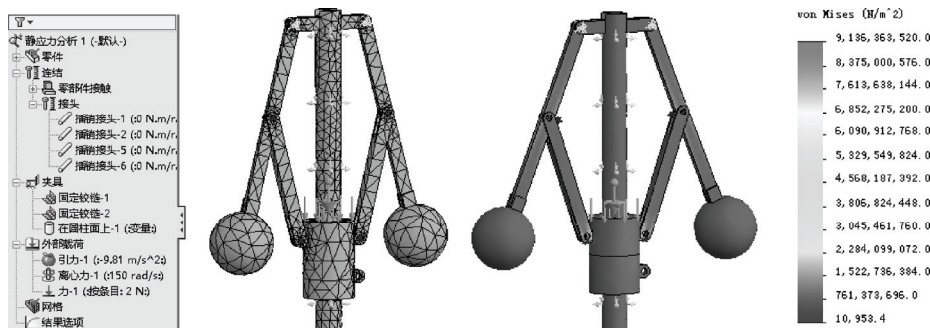

图 9-39 划分网格并进行分析操作
STEP 13 右键单击“算例”树中的“网格”项，在弹出的快捷菜单中选择“生成网格”菜单项，使用默认值划分网格，然后右键单击“算例”树中的“算例 1”项，单击“运行”按钮，进行仿真分析，如图 9-39 所示（对出现的对话框，全部选择“否”）。